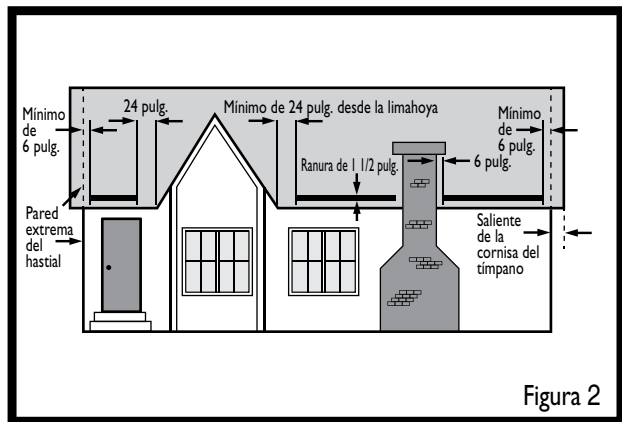

Figura 2
**Nota:** La abertura de la ranura de la ventilación debe terminar a 6 pulg. de chimeneas, paredes extremas, paredes verticales u otras obstrucciones y a un mínimo de 24 pulg. de las limahoyas del techo. Consulte la figura 2.